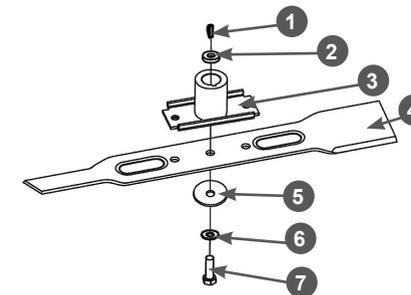

Рис. 27 Установка ножа
- С помощью соответствующего инструмента открутите болт 7 крепления ножа и снимите нож (Рис. 27).
- Снимите с вала двигателя адаптер 3 ножа и втулку 2 адаптера (Рис. 27).
- Убедитесь в том, что шпонка 1 адаптера на месте и не имеет повреждений (Рис. 27). Во избежание утери шпонки во время заточки ножа или других работ по обслуживанию газонокосилки извлеките шпонку из шпоночного паза и уберите в надёжное место.
- Установите все детали на место в порядке, обратном снятию. Схема установки показана на Рис. 27.
- Зафиксируйте нож от проворачивания и надёжно затяните болт 7 крепления ножа (Рис. 27).